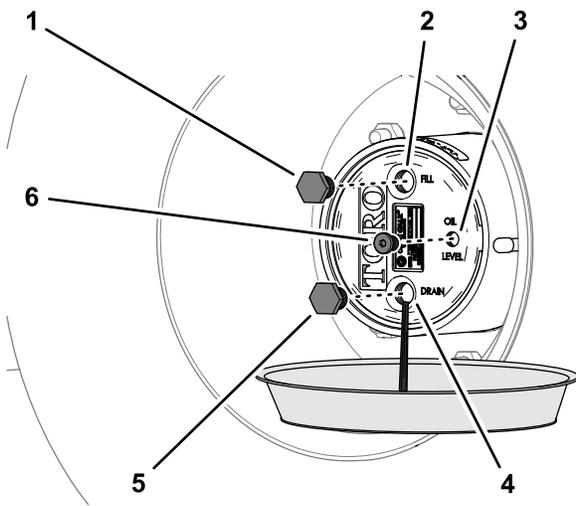

図 88
2. プラネタリギアドライブのハブの下にオイル回収容器を置き、ドレンプラグ、補給プラグ、点検プラグを外してオイルが抜けるのを待つ 図 88。